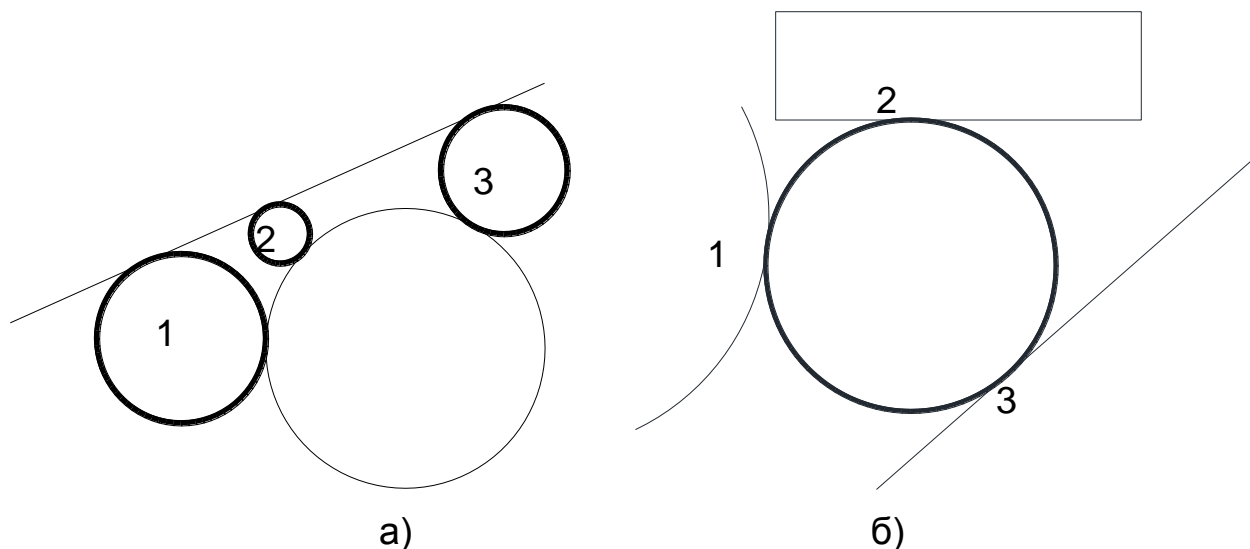

Рис. 15. Приклади побудови кіл способом ККР та трьома дотичними
5. За двома точками – дотичними і заданим радіусом (*ККР – кас кас радиус*). Суть цього способу полягає в тому, що будується коло, дотичне до двох інших об'єктів, наприклад, до відрізка й іншого кола, які вже є на кресленні (рис. 15а). Спочатку необхідно задати будь-яку точку на першому об'єкті (відрізок) – з'явиться маркер *Затримана дотична*, далі поспідовно задати будь-яку точку на другому об'єкті (кола) – на ній також з'явиться маркер *Затримана дотична*.
Можна побудувати безліч кіл дотичних до двох об'єктів, і які будуть відрізнятися своїми радіусами (кола 1, 2, 3 на рис. 15а).
6. За трьома дотичними. Аналогічний способу *3Т*, тільки заданим точками є точки дотику до вказаних об'єктів (рис. 15б). Тут також при вказівці об'єктів з'являється маркер *Затримана дотична*.